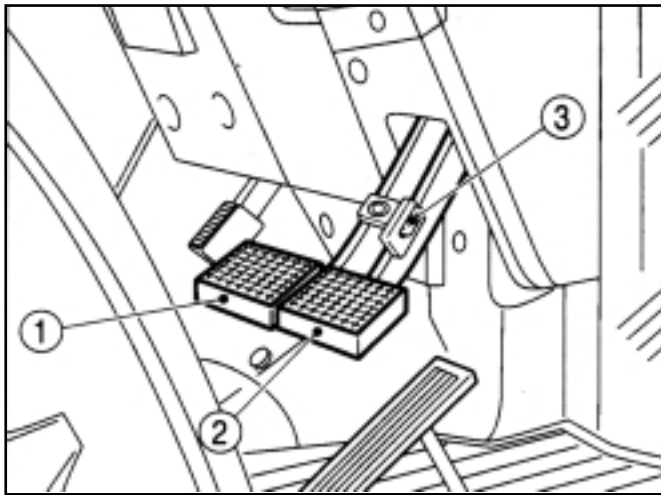

FIG. 21 / ABB. 21 / FIG. 21
Le système de freinage est mécaniquement commandé. Les 2 pédales (illustrées 1 et 2) dans la Figure 21 peuvent être commandées indépendamment l'une de l'autre pour faciliter les manœuvres dans des espaces réduits. Vous pouvez combiner les deux pédales de frein avec le clip (3) pour obtenir un freinage normal. Déconnectez le clip pour avoir des freins qui fonctionnent indépendamment l'un de l'autre, le frein de gauche portant sur la roue arrière gauche, le frein de droite portant sur la roue arrière droite.
Die Betriebsbremse wird mechanisch betätigt. Die zwei Bremspedale (1 und 2) in Abb. 21 können getrennt betätigt werden, um auf beengtem Raum wenden zu können. Für den normalen Fahrbetrieb sind sie mit dem Riegel (3) zu verbinden. Zur getrennten Betätigung den Riegel öffnen. Danach betätigt das innere Pedal die Bremse des linken Hinterrades, das äußere die Bremse des rechten Hinterrads.
Het remsysteem wordt mechanisch bediend. U kunt de twee pedalen (1 en 2) in Fig. 21 onafhankelijk van elkaar gebruiken om gemakkelijker op kleine plaatsen te draaien. U kunt ze ook als een rempedaal voor normale remwerking aan elkaar vastmaken. Voor onafhankelijke remmen maakt u de pedalen van elkaar los. De binnenste pedaal dient om het linkerachterwiel af te remmen, en de buitenste pedaal om het rechterachterwiel af te remmen.